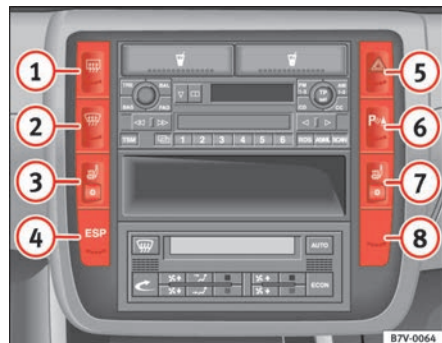

Fig. 72 Conmutador de los intermitentes de emergencia
2. Pulse el mando  ⇒ fig. 72 para encender los intermitentes de emergencia ⇒ .